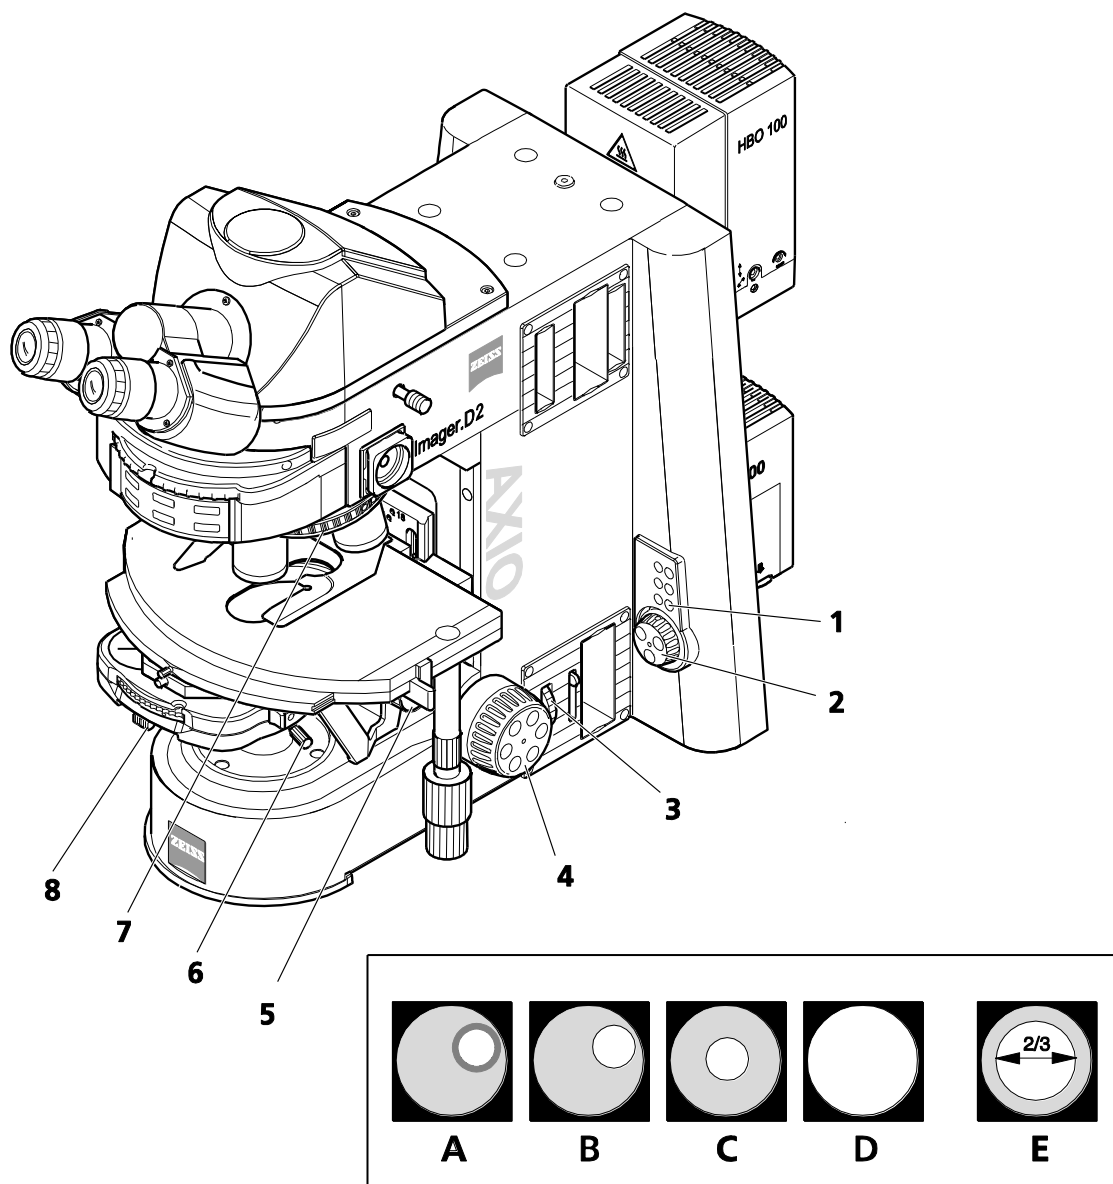
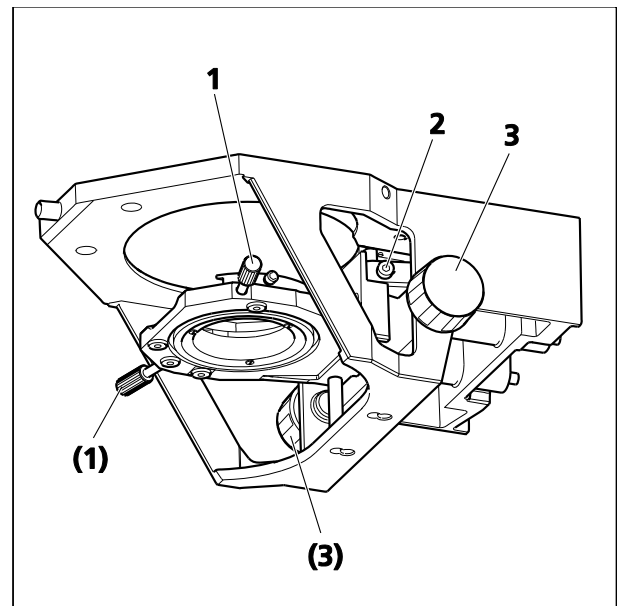

Fig. 191 Réglages du microscope sur l'Axio Imager 2 en champ clair pour lumière transmise
Fig. 192 Réglage de la butée haute sur le porte-condenseur
(2) Équipements de l'appareil
- Pour l'utilisation du condenseur universel achromatique-aplanétique 0,9 H/0,8-0,9 DF, se reporter au paragraphe 4.12.2 (4).
(3) Réglages du champ clair en lumière transmise selon le principe d'illumination de KÖHLER
- Tourner le contrôleur de tension (Fig. 191/2) sur la base du microscope pour régler la luminosité de l'image. Si l'obturateur de lumière transmise est fermé (voyant éteint), l'ouvrir à l'aide du bouton (Fig. 191/1).
- Faire pivoter la lentille frontale du condenseur (pour les objectifs $\geq 10x$) et utiliser la commande verticale du condenseur (Fig. 191/5 ou Fig. 192/3) pour le déplacer jusqu'en butée supérieure. La butée doit avoir été réglée de manière à ce que le condenseur n'entre pas en contact avec l'échantillon (pour de plus amples informations sur le réglage de la butée de la commande verticale du condenseur, se reporter au paragraphe 4.12.1 (4)).
- Faire pivoter l'objectif 10x (anneau jaune, voir également le paragraphe 2.6) sur la tourelle porte-objectifs (Fig. 191/7) et faire le point sur l'échantillon avec précision à l'aide de la commande de mise au point (Fig. 191/4).
- Fermer le diaphragme de champ lumineux (Fig. 191/3) jusqu'à ce qu'il soit visible (même s'il n'est pas mis au point) dans le champ d'observation (Fig. 191/A).
- Tourner la commande verticale du guide du condenseur (Fig. 191/5 ou Fig. 192/3) pour abaisser celui-ci jusqu'à ce que le bord du diaphragme de champ lumineux soit net (Fig. 191/B).
- Utiliser les deux vis de centrage (Fig. 191/6 ou Fig. 192/1) sur le porte-condenseur afin de centrer l'image du diaphragme de champ lumineux (Fig. 191/C). Ouvrir alors le diaphragme jusqu'à ce que son bord disparaisse simplement du champ d'observation (Fig. 191/D).
- Pour régler le diaphragme d'ouverture (contraste), retirer un oculaire du tube et regarder à travers le tube à l'œil nu. Régler le diaphragme d'ouverture (Fig. 191/8) environ aux 2/3 ... 4/5 du diamètre des pupilles de sortie des objectifs (Fig. 191/E). Dans la plupart des applications, ce réglage du diaphragme offre un contraste optimal à une résolution presque idéale et constitue donc le meilleur compromis pour l'œil humain.
(4) Réglage de la butée haute sur le porte-condenseur
- Desserrer la vis de fixation de la butée haute (Fig. 192/2) à l'aide d'un tournevis à tête sphérique SW 3.
- Fermer le diaphragme de champ lumineux et procéder à la mise au point en tournant la commande verticale (Fig. 192/3) du condenseur.
- Serrer la vis de fixation (Fig. 192/2) de la butée haute.